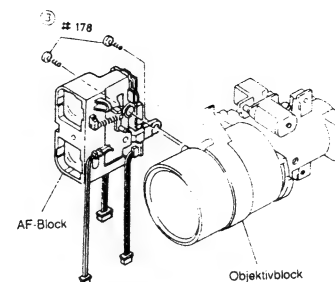

Abb. 2-105
- 2) Zwei (2) Stecker von der Autofokus-Leiterplatte ablöten (siehe Abb. 2-105).
- 3) Zwei (2) Befestigungsschrauben des AF-Blocks entfernen.